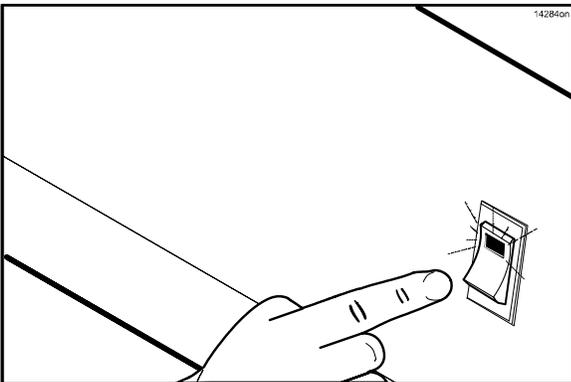

Figura 13
2. Mueva el interruptor de interbloqueo a la posición de encendido. En la pantalla del controlador aparecerá el mensaje “OFF” (Apagado). (Vea la figura 13.)